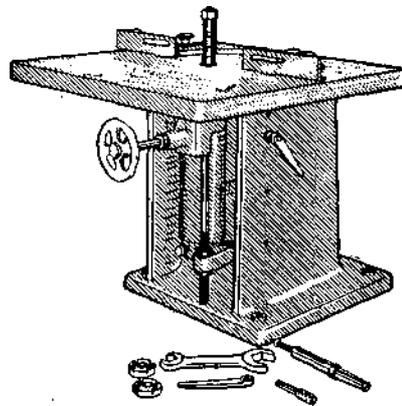

Fig. 96
*Tupia.* — A tupia mais geralmente usada (do francês *toupie* — pião), pode-se dizer, em linhas gerais, que consiste numa base, mesa de mais ou menos um metro em quadro, uma guia de ferro (ou de ferro e de madeira) e um eixo (fuso), que sai fora da mesa, com parafuso e rasgo em que é colocado o ferro de moldura, e outro eixo, com várias arruelas, próprio para fresas, serras e navalhas (Figs. 96 e 97).